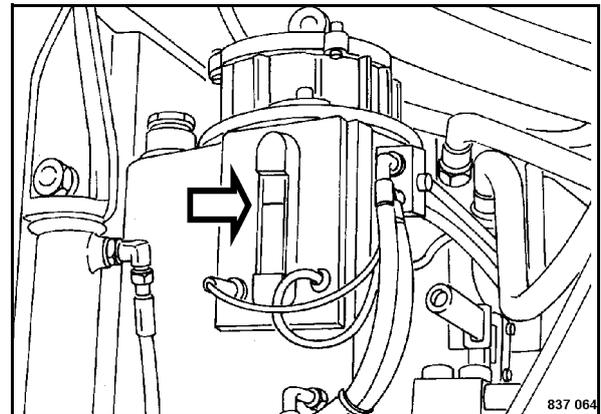

Fig. 147
- Controllare il livello dell'olio nel serbatoio olio idraulico sul tubo di livello (Fig. 147).